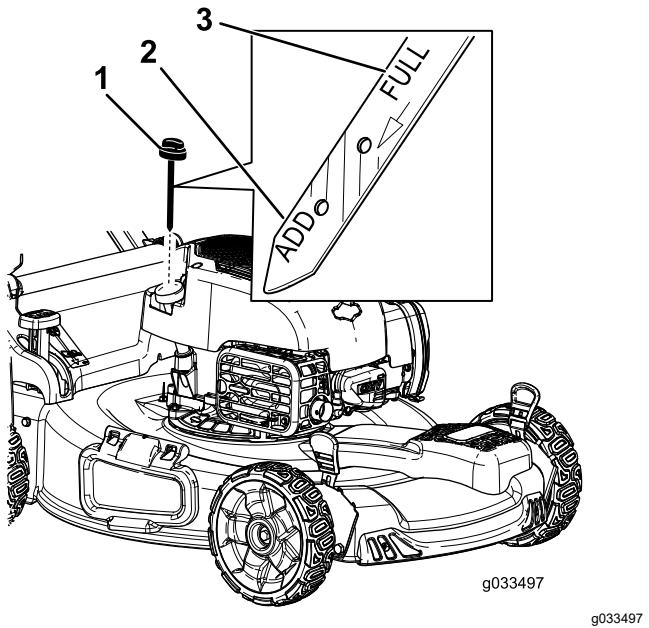

Figura 5
2. Retire la varilla girando el tapón en el sentido contrario a las agujas del reloj y tirando del mismo (Figura 5).
6. Observe en la varilla el nivel de aceite (Figura 5).